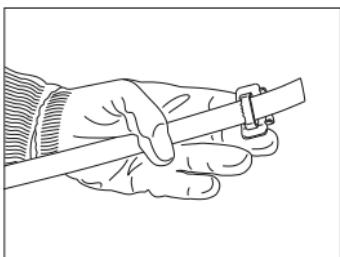
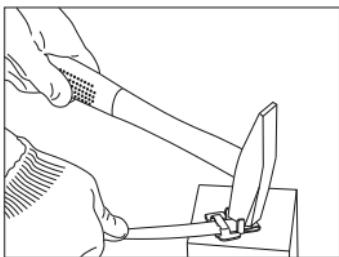

Рисунок 3
Рисунок 4
- конец ленты бандажной вставить в специальную скрепу СГ-20/СУ-20 (рисунок 3) и согнуть при помощи молотка (рисунок 4);